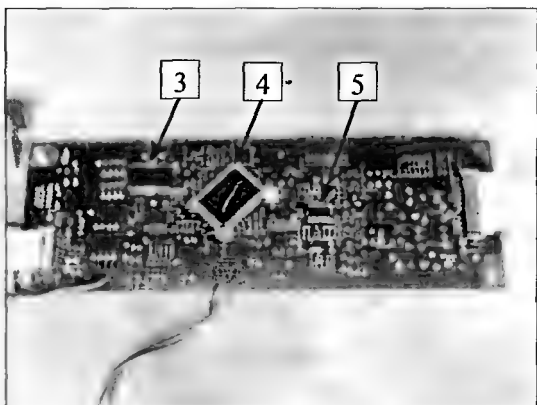

Рис. 10.41
- 3 — микросхема драйвера приводного двигателя (рис. 10.41);
- 4 — микросхема контроллера (рис. 10.41);
- 5 — микросхема шинного формирователя (рис. 10.41).
Вращая рукой привод, убеждаются, что он не заклинен. Если все в норме, проверяют исправность микросхемы драйвера приводного двигателя (3 на рис. 10.41), а также сам двигатель.